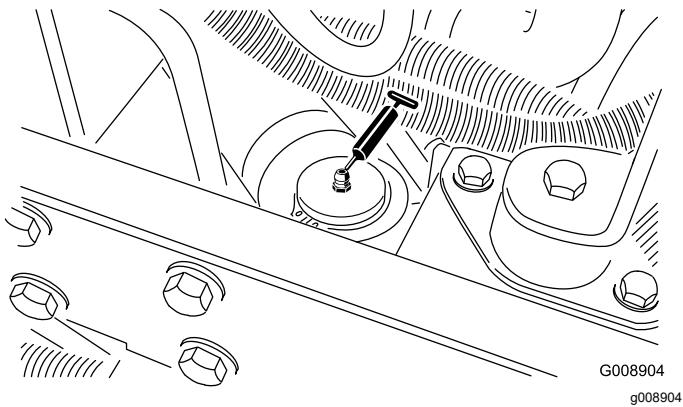

Figura 44
- Cilindro de dirección (Figura 44)